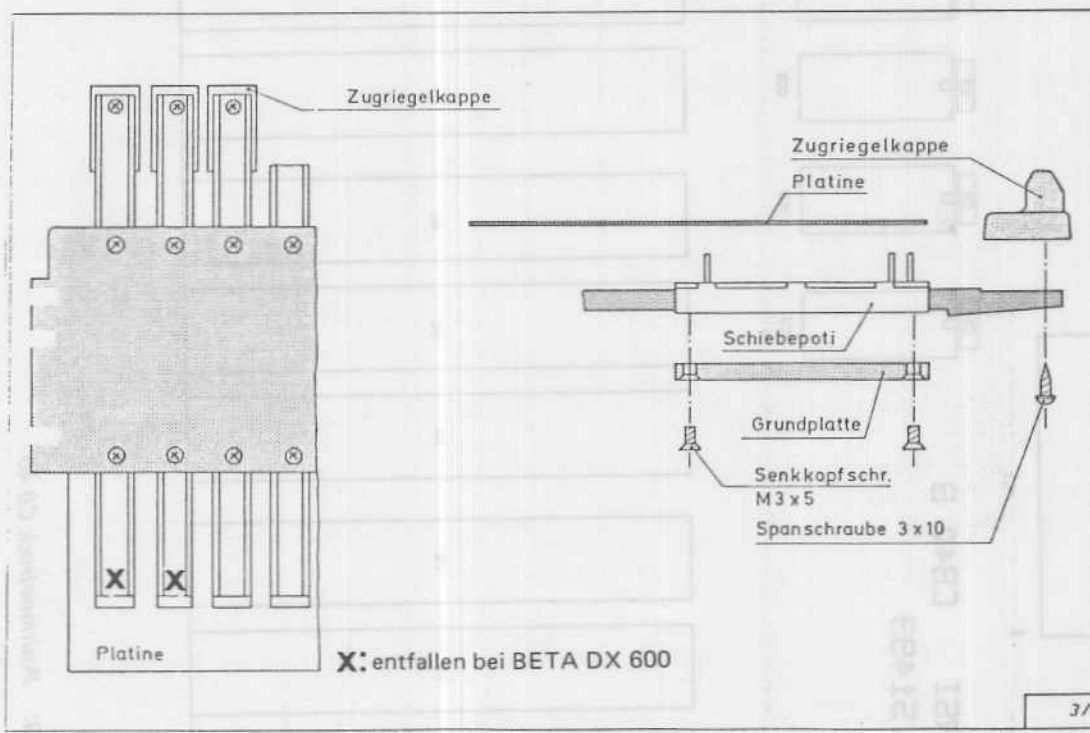

Abb. 10: Montage der ZR-Potis
2) Bei BETA DX 600 bleiben links die beiden ersten Plätze frei, vgl. Abb. 10 und 11.